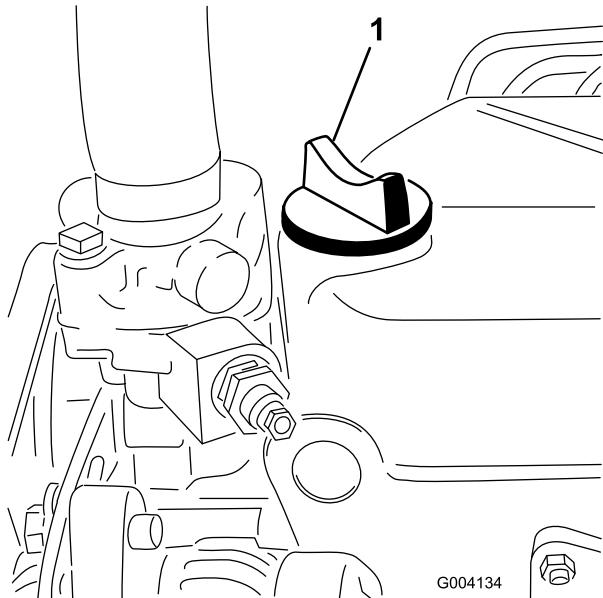

Bild 33
5. Wenn der Ölstand unter der Voll-Marke liegt, nehmen Sie den Fülldeckel ab (Bild 33) und gießen Sie genug Öl ein, um den Ölstand bis zur Voll-Marke anzuheben.